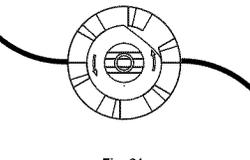

Fig. 21
- Déroulez l'ancienne ligne de la bobine et retirez-la du trou central de la bobine. (Fig. 21)